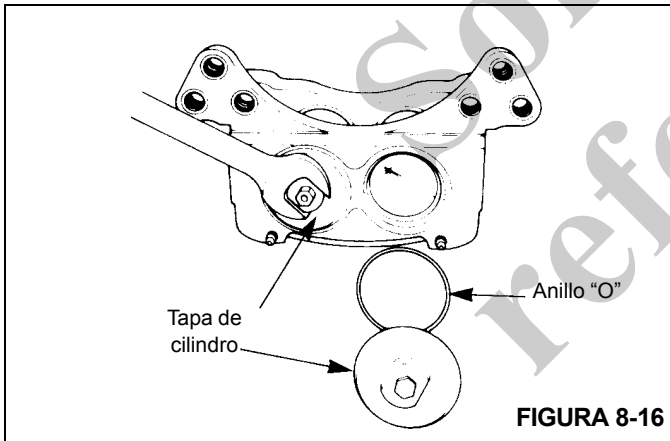

FIGURA 8-16
7. Retire las tapas del cilindro de la caja usando una llave de tuercas de boca. Retire y bote los anillos "O" Figura 8-16.